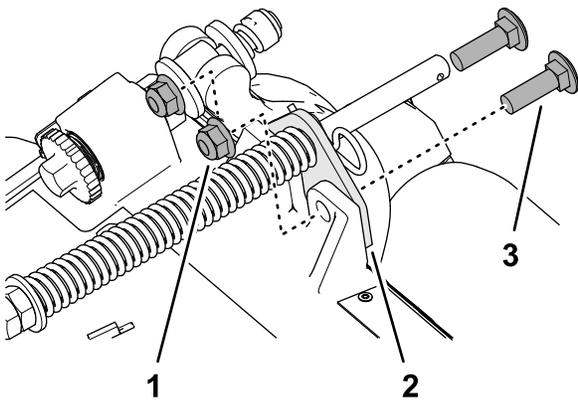

图 18
2. 拆下将草坪补偿支架固定到滚刀组架的 2 个凸缘锁紧螺母 $\frac{3}{8}$ 英寸和 2 个托架螺栓 $\frac{3}{8} \times 1\frac{1}{4}$ 英寸图 18。